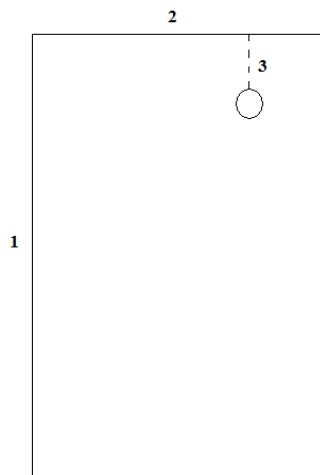

Figure 55 : Patron de l'orthèse main-poignet de repos
- **1** : la longueur allant de la moitié de l'avant bras jusqu'au pli de flexion des MP* des doigts longs (Figure 55) ;
- **2** : la largeur de la main au niveau des MP* des doigts longs (Figure 55) ;
- **3** : la longueur entre le pli de flexion des MP* des doigts longs et la MP du pouce. 5 à 10 mm sont rajoutés car un bourrelet est réalisé en haut de l'orthèse pour plus de confort (Figure 55) ;
- **L'orifice de passage du pouce** est placé au quart de la largeur totale de l'orthèse (Figure 55).